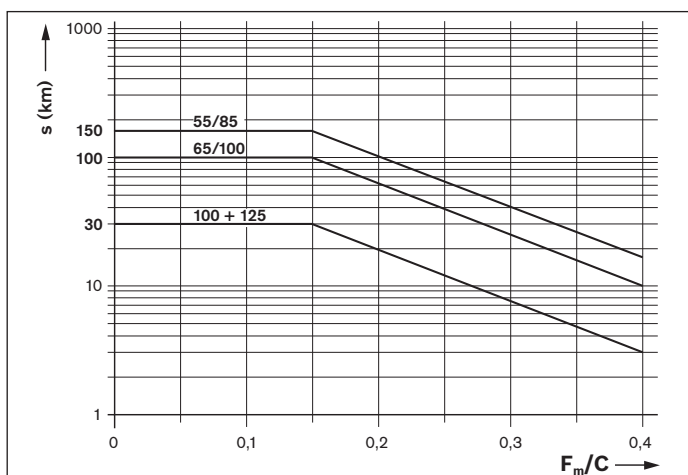

Figura 8
- Una volta raggiunto l'intervallo di rilubrificazione come da figura 8, introdurre la quantità di rilubrificazione come da tabella 10.
- Una volta raggiunto l'intervallo di rilubrificazione come da figura 8, introdurre la quantità di rilubrificazione come da tabella 10 per ogni attacco di lubrificazione.